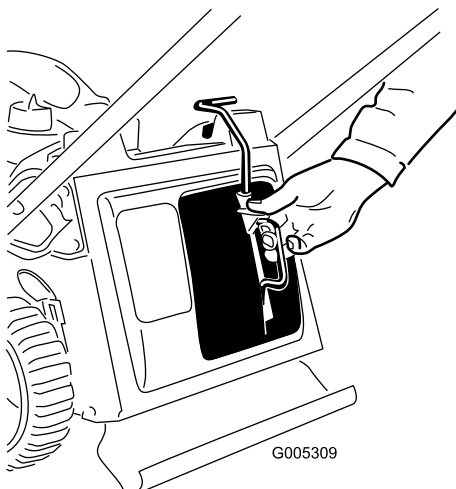

**Bild 20**
2. Drehen Sie den Kraftstoffhahn auf die Ein-Stellung (Bild 20).